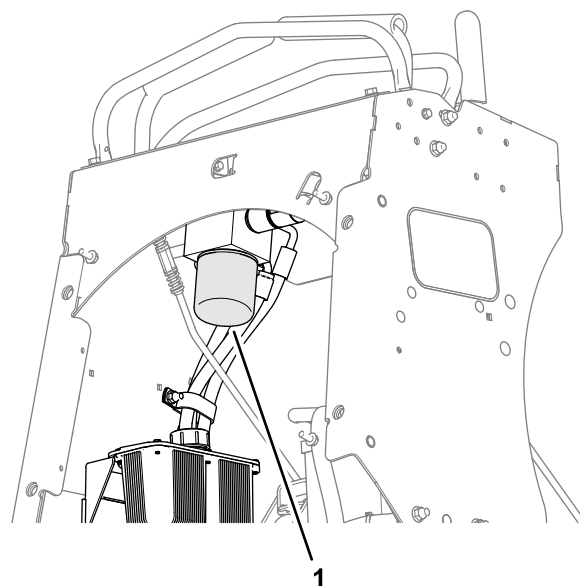

Figura 52
1. Desenrosque el filtro, retírelo y deje que se drene el aceite (Figura 52).
3. Gire el filtro en sentido horario hasta que la junta de goma entre en contacto con el adaptador del filtro, luego apriete el filtro entre 2/3 y 3/4 de vuelta más (Figura 52).